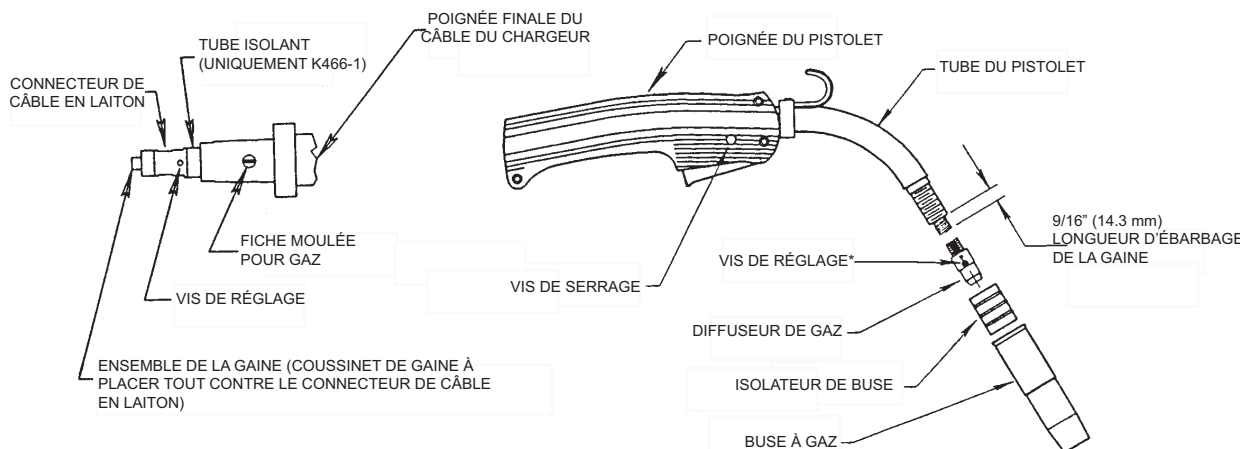

Figure 1
- a. Retirer le connecteur de câble en laiton et le tube isolant (voir la Figure 1) du kit K466-1. Faire glisser le tube isolant sur le connecteur depuis l'extrémité fileté et le visser sur l'extrémité pour chargeur du câble du pistolet. Serrer la connexion au moyen de la clef fournie.
- a. Retirer le connecteur de câble en laiton (voir la Figure 1) du kit K466-2 et le visser sur l'extrémité chargeur du câble du pistolet. Serrer la connexion au moyen de la clef fournie.
- a. Retirer le connecteur de câble en laiton (voir la Figure 1) du kit K466-3 et le visser sur l'extrémité chargeur du câble du pistolet. Serrer la connexion au moyen de la clef fournie.
- a. Retirer le connecteur de câble en laiton (voir la Figure 1) du kit K466-4 et le visser sur l'extrémité chargeur du câble du pistolet. Serrer la connexion au moyen de la clef fournie.
- Retirer le connecteur de câble en laiton (voir la Figure 1) du kit K466-3 et le visser sur l'extrémité du chargeur du câble du pistolet. Serrer la connexion au moyen de la clef fournie.
- Vérifier que le câble soit bien droit et ébarber la gaine à la longueur indiquée sur la Figure 1 (la clef fournie avec le kit de connexion comporte une jauge pour calibrer la longueur de coupe sur des tubes de pistolet de 300 et 400 amp.). Retirer les bavures de l'extrémité de la gaine.